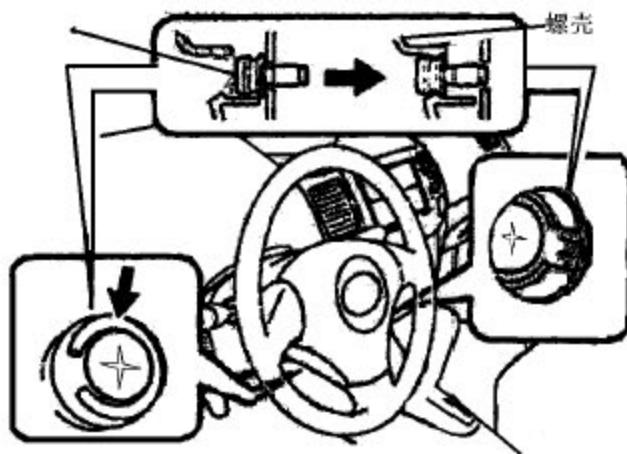

图 2—3
- A). 用套筒扳手或者螺丝刀，松开两个螺钉，直至螺钉头周边卡在螺钉壳体内，如图 2—3 所示。
- B).从转向盘中拉出喇叭按钮总成，如图 2—4 所示。